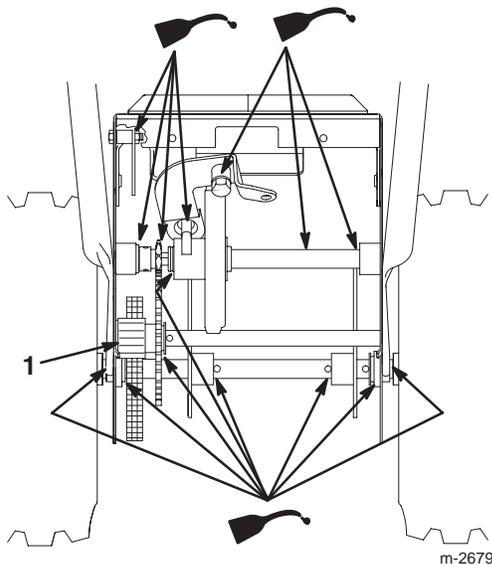

Bild 37
- Das Achszahnrad leicht einfetten (Bild 37).